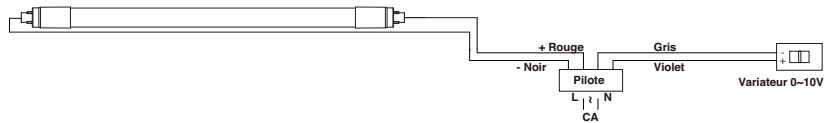

Figure 3a
**Étape 7:** Pour le câblage à deux bouts, consulter les **Figure 3a, 3b, 3c or 3d**.